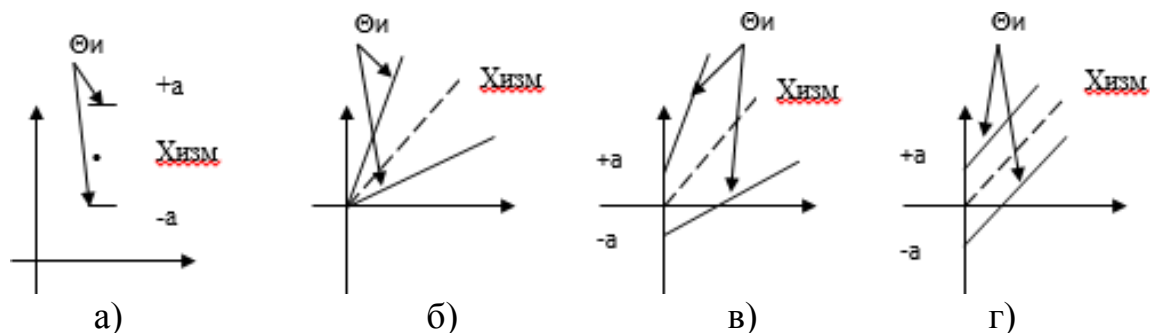

Рисунок 2.4.1 – Изменение инструментальной погрешности  $\Theta_{и}$  при изменении результата измерения  $X_{изм}$
1. Обозначение класса точности **прописными латинскими буквами (С, М...)** или **римскими цифрами (I, II...)**, означает, что для СИ установлен предел допускаемой **основной абсолютной погрешности**(рис.2.4.1, а).
2. Обозначение класса точности, например,  $\textcircled{1}$  означает что  $\Theta_{и}$  (мультипликативная) изменяется пропорционально изменению  $X_{изм}$ , а класс точности обозначают через **относительную погрешность средства измерений  $\delta$**  (рис.2.4.1, б):
3. Обозначение класса точности, например, **0,02/0,01**, означает что  $\Theta_{\text{и}}$  (мультипликативная) изменяется пропорционально изменению  $X_{\text{изм}}$ , а класс точности обозначают через **относительную погрешность средства измерений  $\delta$**  (рис.2.4.1, в):
4. Обозначение класса точности, например, **2,5** – для СИ с равномерной шкалой или **2,5** – для СИ с неравномерной шкалой означает, что  $\Theta_{\text{и}}$  (аддитивная) не изменяется с изменением  $X_{\text{изм}}$ , относительная погрешность  $\delta \% \neq \text{const}$ , поэтому класс точности обозначают через **приведенную погрешность средства измерений** (рис.2.4.1, г)